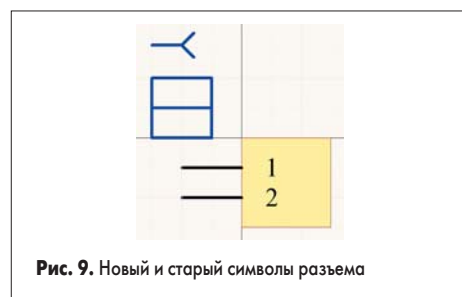

Рис. 9. Новый и старый символы разъема
3. Войдем в режим рисования линий, настроим параметры и рядом со старым символом нарисуем новый (рис. 9). Все выводы должны вписываться в сетку с шагом 5 мм.